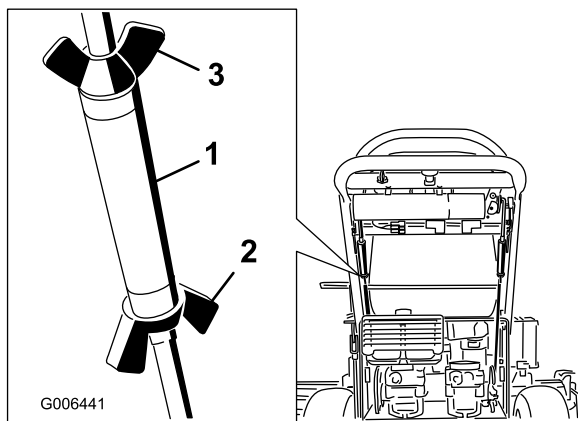

Figure 30
3. Desserrez les écrous à oreilles sur la tige de commande droite et tournez le tendeur dans un sens ou dans l'autre pour que le levier de commande droit soit centré en position de verrouillage au point mort. Fixez le tendeur en position avec les écrous à oreilles (Figure 30).
4. Desserrez les écrous à oreilles sur la tige de commande gauche et tournez le tendeur dans un sens ou dans l'autre pour changer la correction directionnelle. Fixez le tendeur en position avec les écrous à oreilles (Figure 30).